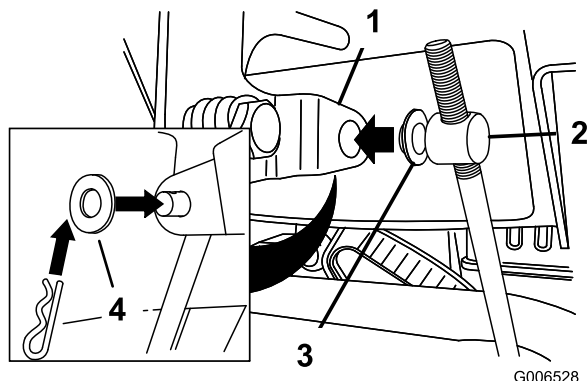

Figura5
3. Amplasați o șaibă plată pe axul de rotație (Figura5).
6. Trageți în sus tija de control viteză și introduceți axul de rotație în orificiul din maneta selectorului de viteză (Figura5).
- B. Deconectați axul de rotație de la maneta selectorului de viteză (Figura5).
- C. Rotiți axul de rotație în jos (în sensul acelor de ceasornic) pe tija de control viteză (Figura5).
- D. Conectați axul de rotație la maneta selectorului de viteză (Figura5).